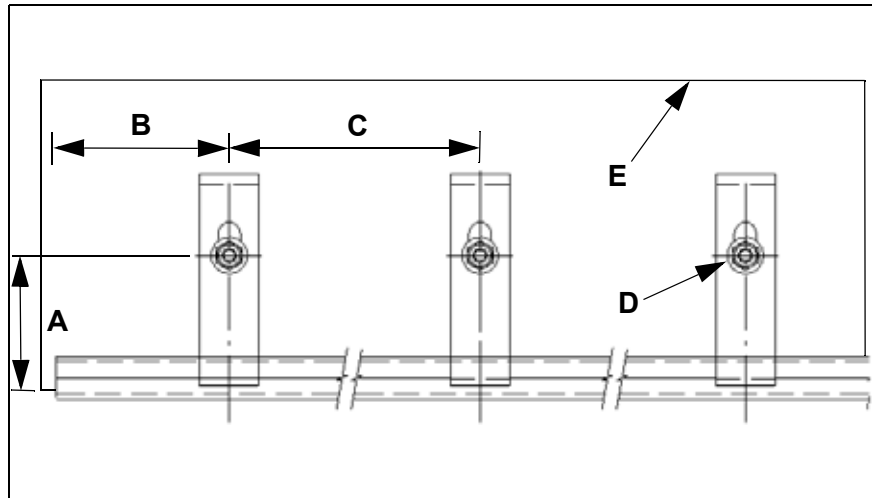

Fig. 2: Vista lateral de las posiciones de las pinzas laterales
2. Marcar una línea de 162 mm (180 mm para el ángulo cóncavo de 45°) en la pared de la tolva (E, fig. 2) por encima y en paralelo al borde inferior de la pared de la tolva (A, fig. 2).
3. Hacer una marca cada 305 mm (C, fig. 2) a lo largo de esta línea, empezando por 150 mm (B, fig. 2) desde el final de la pared de la tolva.
4. Soldar los pernos de soldadura M12 en estas marcas (D, fig. 2) verticalmente.
3. Apretar la parte superior del listón de sellado secundario con las pinzas angulares de Martin Engineering (o similar) contra la pared de la tolva. Procurar que el ángulo de la pinza angular (página 14, fig. 2) esté en el centro de la junta lateral.